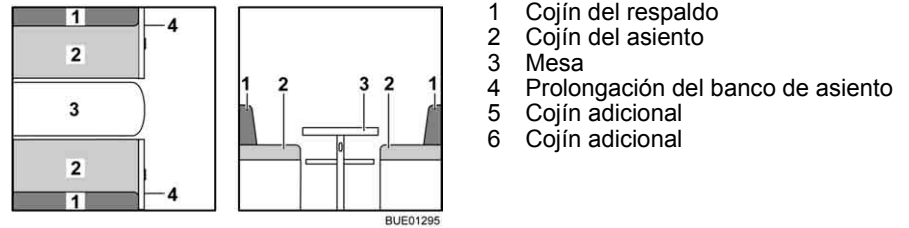

Fig. 118 Antes de la transformación
- Ampliar la mesa (Fig. 118,3) y transformarla en base de cama (véase apartado 6.10).